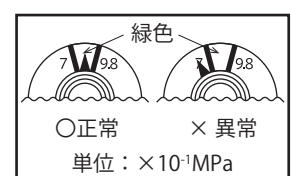

図 11
- ☑ 指示圧力計の指針が緑色の範囲内 (0.7 ~ 0.98MPa) に入っている (図 11)
- ☑ **指示圧力計の指針が緑色の範囲内 (0.7 ~ 0.98MPa) に入っている (前ページ・図 11)**